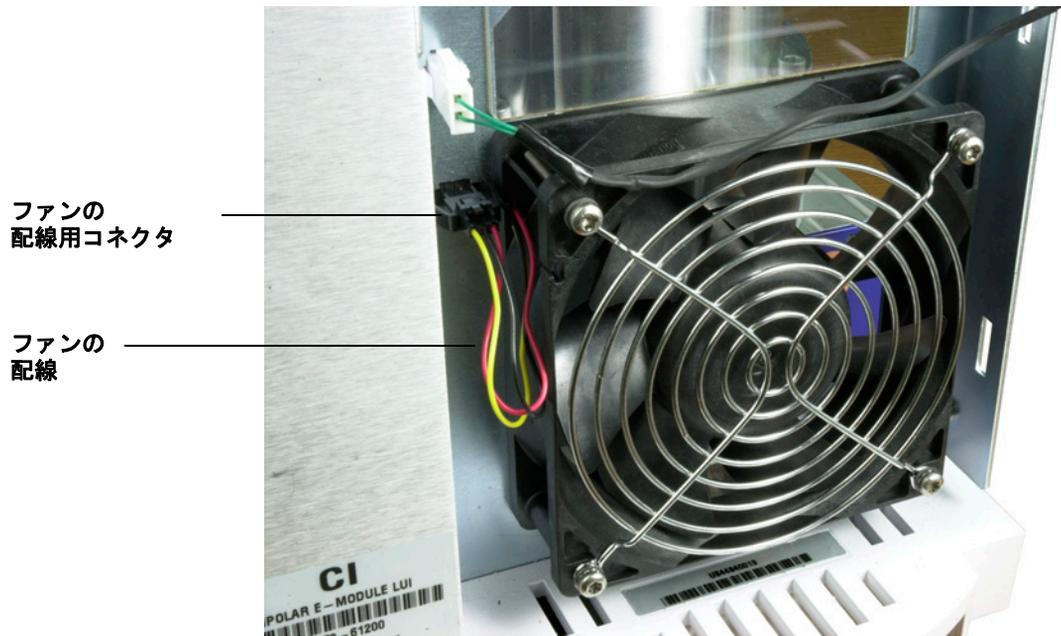

図 31 ポンプファンの交換
- 3 MSD フレームのコネクタから、ファンの配線を外します (図 31)。